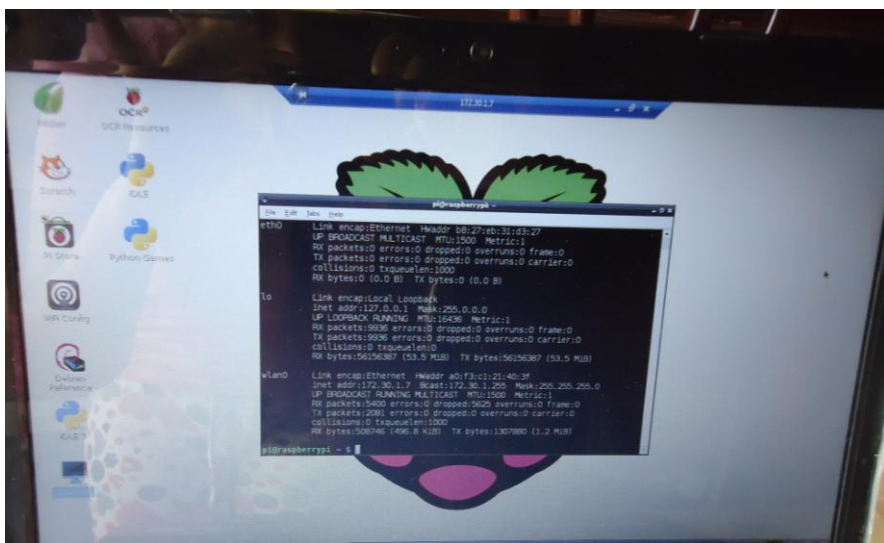

Figura 4-6 Ejecutando comando ifconfig
Paso 1: En la Figura 4-6 que se muestra a continuación se observa la ejecución del comando ifconfig que nos da información de la red como dirección ip y máscara que tiene la RASPBERRY PI que se usará para la conexión remota.